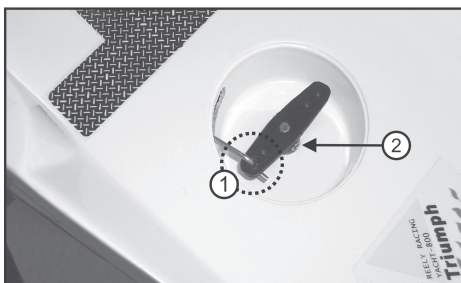

Figure 3c
Accrochez le „Z“ de la tringlerie de direction dans le levier de direction du gouvernail (figure 3c, pos. 1).
Posez le levier de direction du gouvernail, comme illustré sur la figure 3c, sur la tringlerie du gouvernail.
Fixez le levier de direction du gouvernail, à l'aide de la clé six pans creux raccourcie fournie, à la tringlerie du gouvernail (figure 3c, pos. 2).